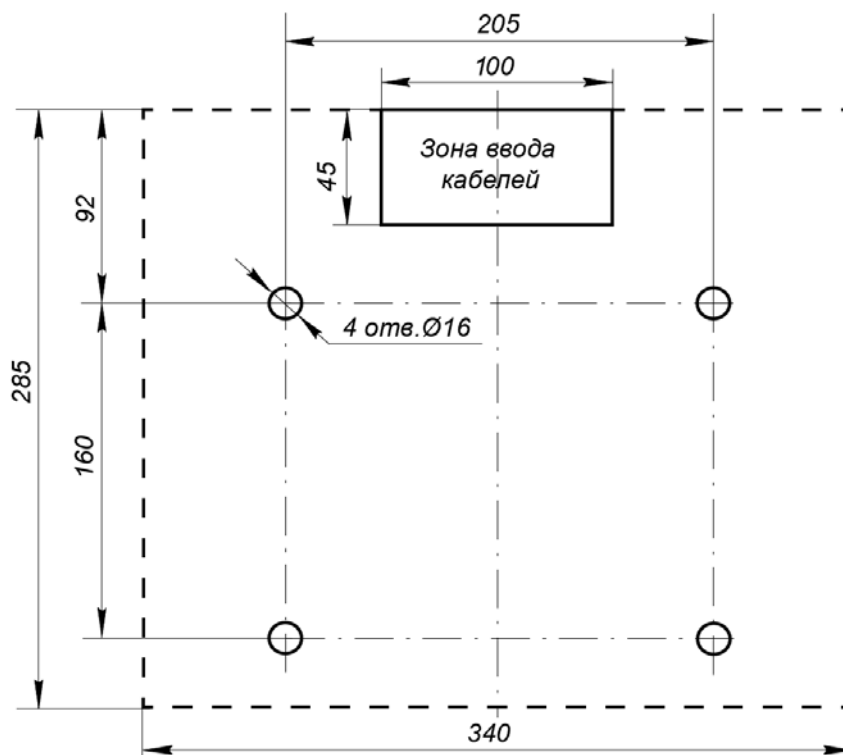
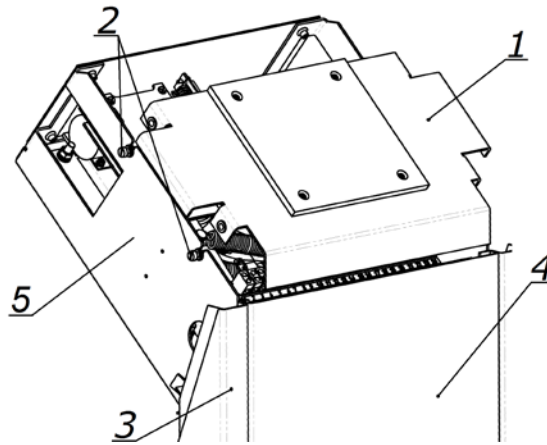

Рисунок 10. Разметка отверстий в полу под крепление стойки турникета (пунктиром показаны габариты основания)
Рисунок 11. Стойка турникета со снятой крышкой
2. В соответствии со схемой, приведенной на рис. 10, произведите разметку и разделку отверстий в полу под гильзы анкеров (15) для крепления стойки турникета.
3. Произведите монтаж источник питания турникета (9) на отведенное для него место в соответствии с инструкцией в имеющейся на него эксплуатационной документации.
4. При необходимости прокладки кабелей под поверхностью пола подготовьте в полу кабельный канал к зоне ввода кабелей в стойку турникета. Расположение зоны ввода кабелей указано на схеме рис. 10.
5. Установите гильзы анкеров (15) в выполненные в полу отверстия так, чтобы они не выступали над поверхностью пола.
6. Снимите крышку турникета (2). Порядок снятия крышки см. в разд. 6.
7. Снимите усиливающую пластину (1, рис. 11). Для этого предварительно ослабьте отверткой шлицевой четыре винта крепления пластины (2, рис. 11).
8. Снимите заднюю стенку турникета (4, рис. 11). Для этого смещайте ее вверх вдоль стойки турникета, до тех пор, пока она не выйдет из зацепления со стойкой. Задняя стенка снабжена двумя парами зацепов, расположенными в ее верхней и нижней частях.
14. Подключите кабель питания (11) от источника питания турникета к выносной клеммной колодке **XS1**.
15. При необходимости произведите установку считывателей карт доступа на предусмотренные для этого места на стойке (5, рис. 11). Для подключения считывателей используйте свободные контакты (15 - 24) клеммной колодки **XS1**.